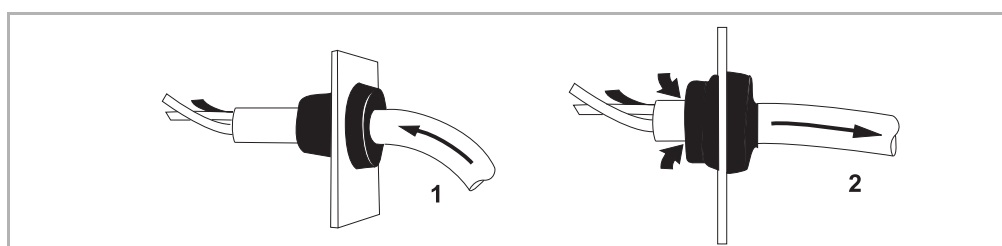

Abb. 4-2: Drahtmontage - Kabelverschraubungen
- Ziehen Sie die Kabelleitungen durch die Kabeltüllen und schließen Sie die Leiter an die Klemmen des Schaltgerätes MC4 gemäß dem beiliegenden Schaltplan an (siehe Kapitel 5). Durch Zurückbewegen der Kabelführung stellen Sie sicher, dass die Kabelverschraubungen dicht sind (siehe Abb. 4-2, Pos. 2), um den erforderlichen Schutz (IP65) der MC4-Schaltgeräte zu erreichen.